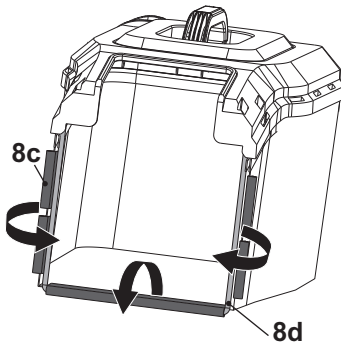

Fig. 5
1. Prender os três cliques de borracha (8c) à barra de suporte (8d) do coletor de relva (8) (Fig. 5).